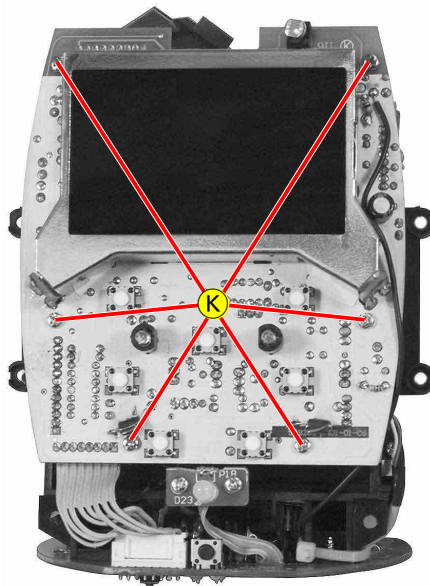

Fig. 7
- 6 Schrauben ② (Fig. 7) herausdrehen.
- Undo 6 screws ② (Fig. 7).